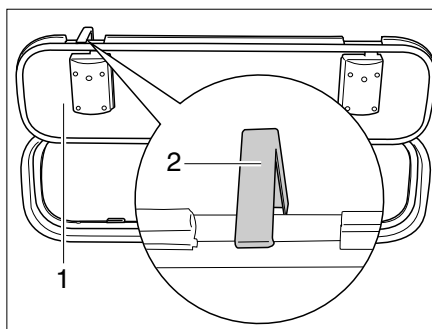

Fig. 59 Crochet de sécurité du portillon extérieur
- Ouvrir le portillon extérieur (Fig. 59,1) et tourner vers le haut le crochet de sécurité (Fig. 59,2) à la paroi du véhicule.
- Pousser le crochet de sécurité (Fig. 59,2) vers le haut.